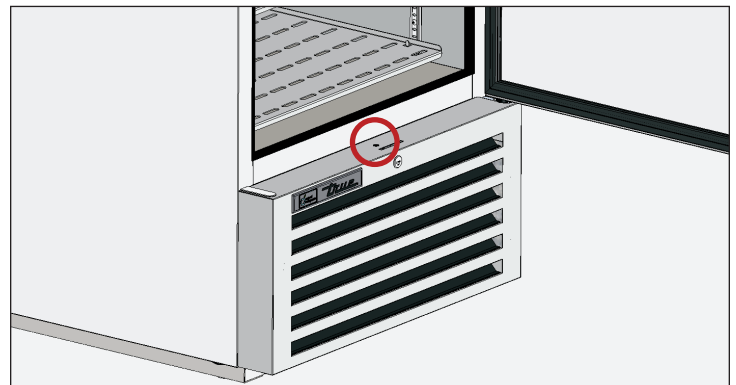

Fig. 1. Emplacement des vis de la grille de ventilation avant.
2. Retirez la grille d'aération frontale. Voir fig. 1.